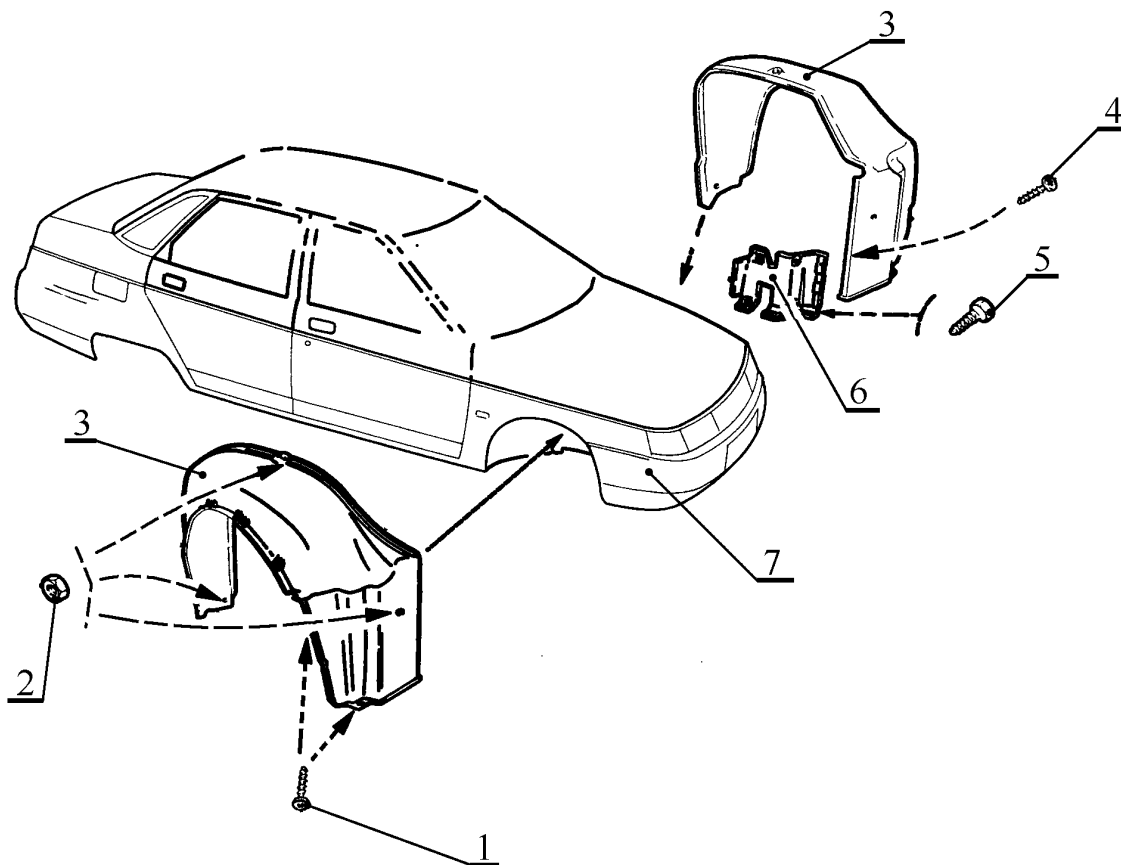

Рис.1. Щитки передних крыльев.
1.6 Отвернуть два винта 1, рис.1, крепления щитка 3 переднего крыла к бамперу 7, и один винт 4 крепления щитка переднего крыла к экрану 6 грязезащитному (отвертка крестообразная).